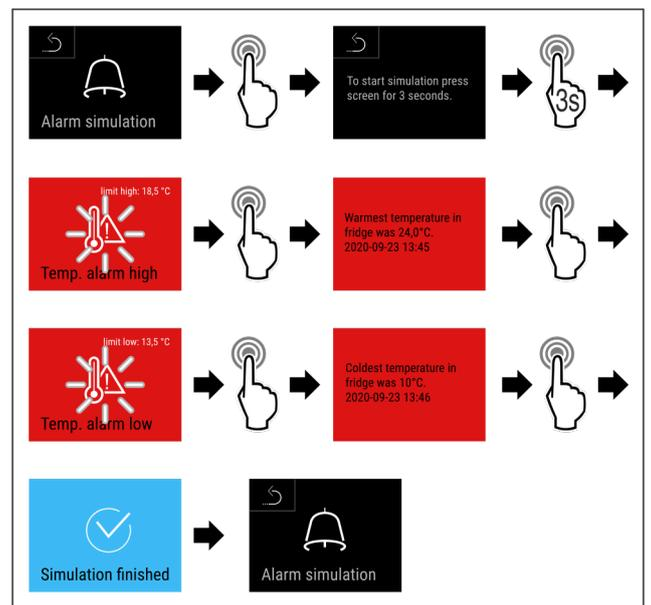

Fig. 155
- u Handlungsschritte (siehe Fig. 155) durchführen.